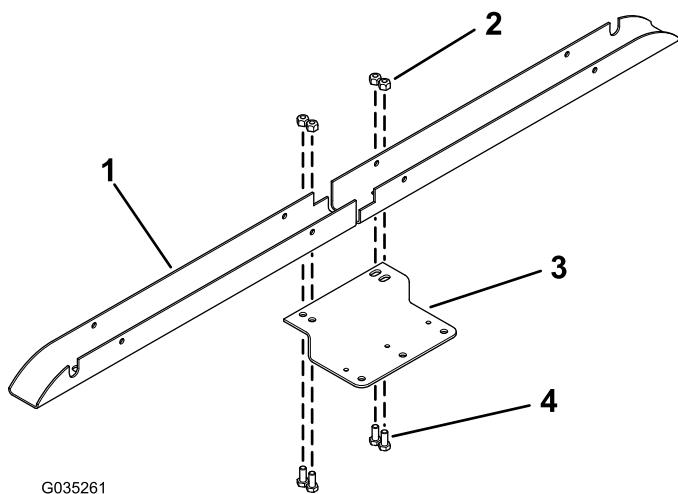

Figure 3
1. Fixez le support de l'éclairage sur les 2 profilés à l'aide des 4 boulons à tête hexagonale (5/16 x 3/4 po) et des 4 contre-écrous (5/16 po), comme montré à la Figure 3.